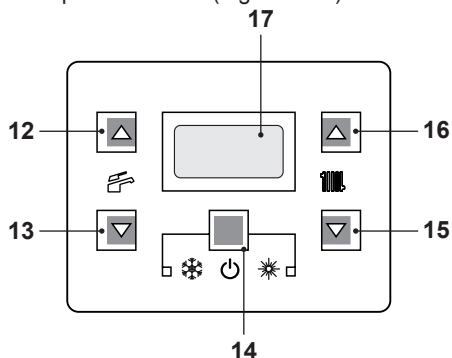
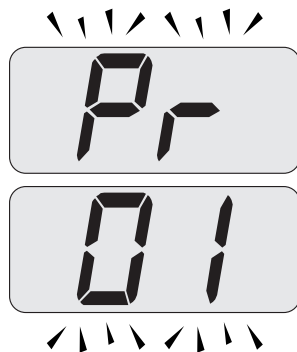

Figura 5.35
Figura 5.36
- Entrare in "modalità programmazione" premendo contemporaneamente per 10 secondi i tasti 14 - 15 - 16 (Figura 5.35) fino a far apparire sul display LCD le lettere **Pr** che si alternano con il codice **01**, indicanti l'entrata nel "parametro 01" (Figura 5.36).
- Premere contemporaneamente i tasti 14 e 16 (Figura 5.35) fino a far apparire sul display LCD il valore del parametro 15 (Figura 5.38).
- Premendo il tasto 14 (Figura 5.35) si ottiene la conferma del valore inserito.
- Premendo contemporaneamente i tasti 14 e 15 (Figura 5.35) si esce senza modificare il valore (ritorno alla lista parametri Figura 5.37)
- Premendo contemporaneamente per 10 secondi i tasti 14 - 15 - 16 (Figura 5.35) si esce dalla "modalità programmazione".
Comunque se la temperatura ambiente non dovesse essere confortevole si può aumentare o diminuire la temperatura di mandata dell'impianto riscaldamento di $\pm 15^\circ\text{C}$ agendo sui tasti 15 (diminuzione) e 16 (aumento) (Figura 5.35).